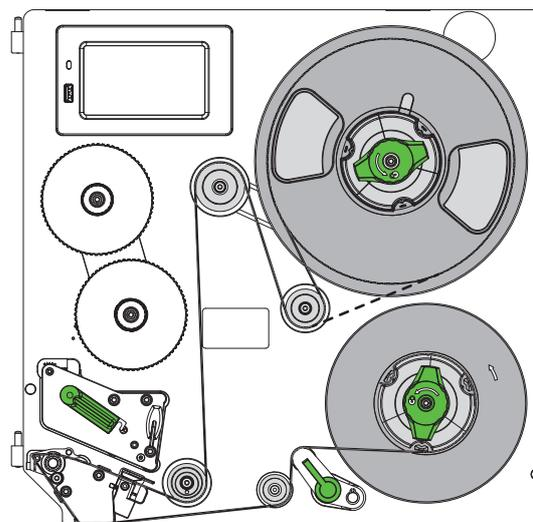

Figura 13 Corsa etichette
1. Ruotare la leva (4) in senso antiorario per sollevare la testina di stampa (2).
3. Condurre le strisce di etichette (5) nell'unità di stampa come illustrato nella Figura 13. La linea tratteggiata vale per le etichette con avvolgimento interno.
4. Inserire le strisce di etichette attraverso la barriera fotoelettrica delle etichette (3) fino al bordo di emissione (1) e spingerle fino alla battuta sul pannello di montaggio. Il lato di stampa delle etichette deve essere visibile dall'alto.
5. Spingere le etichette oltre il bordo di emissione (1), in modo che le strisce raggiungano l'avvolgitore interno con il sistema su rotaia. Rimuovere le etichette dal materiale portante che fuoriesce dal bordo di emissione.